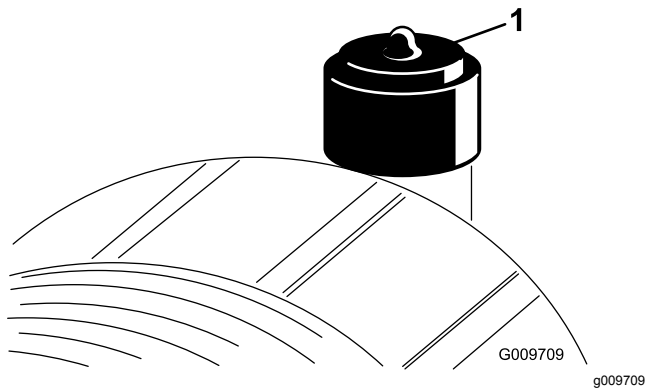

Figura 32
Revise el filtro del limpiador de aire únicamente cuando el indicador de mantenimiento (Figura 32) lo requiera. El cambiar el filtro antes de que sea necesario sólo aumenta la posibilidad de que entre suciedad en el motor al retirar el filtro.
- Reinicie el indicador (Figura 32) si se ve rojo.